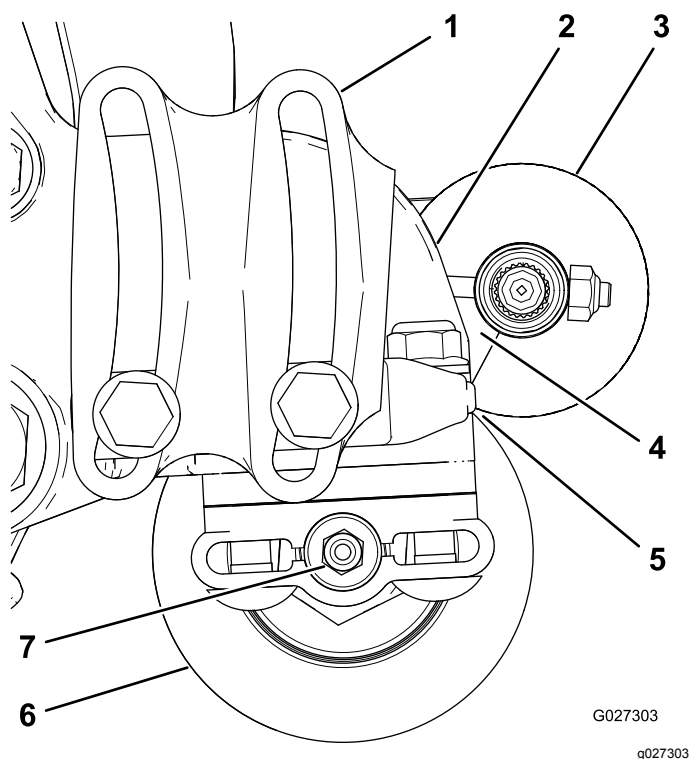

Рисунок 11
2. Расположите щетку катка так, чтобы она только слегка соприкасалась с задним катком (или слегка опиралась на него) (Рисунок 11).